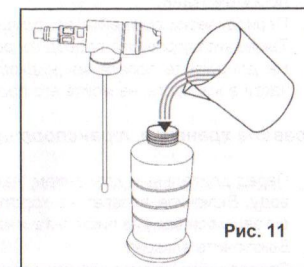

Рис. 11
- Наполните резервуар (бачок) соответствующим жидким моющим средством (См. Рис. 11).